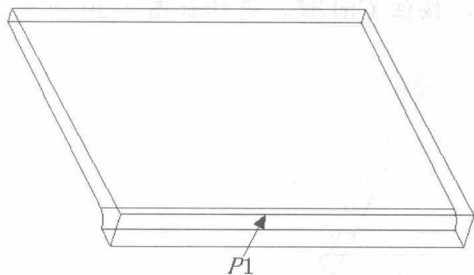
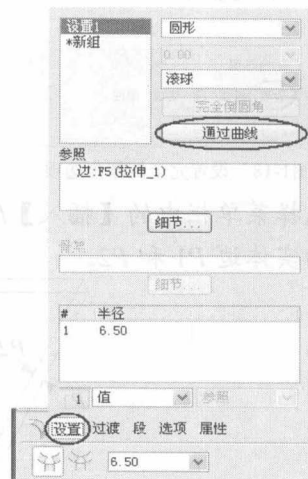
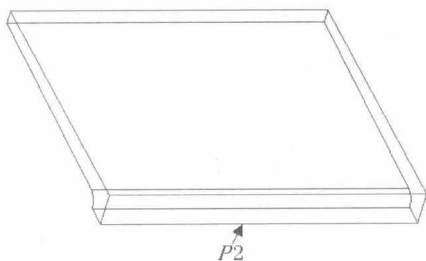
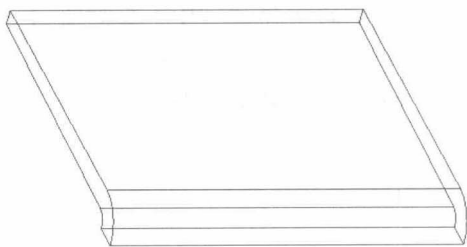

图1-13 选择实体倒圆角边
图1-14 设置倒圆角选项
图1-15 选择倒圆角通过的边
图1-16 产生圆角
8. 选择菜单栏中的【插入】/【倒圆角】命令，显示实体模型隐藏线；选择如图 1-13 所示的实体边 $P1$ ，在如图 1-14 所示的倒圆角特征操作栏中选择【设置】命令，单击 按钮；选择如图 1-15 所示的实体边 $P2$ 作为倒圆角通过的边，单击 ☒ 按钮，结果如图 1-16 所示。